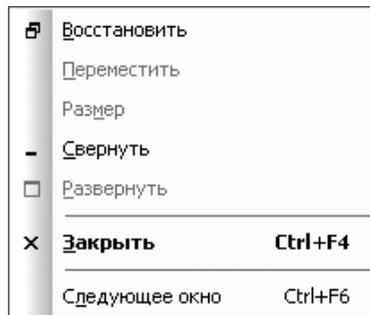

Рис. 3.3. Всплывающее меню после щелчка по пиктограмме
- пиктограмма вызова всплывающего меню , находящаяся в левой части второй строки и предназначенная для управления окном. Щелчок по пиктограмме  вызывает всплывающее меню (рис. 3.3);